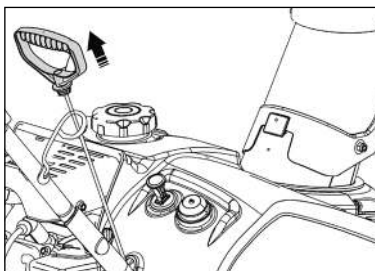

Рис. 12
6. Возьмитесь за рукоятку ручного старта и потяните ее (рис. 12).